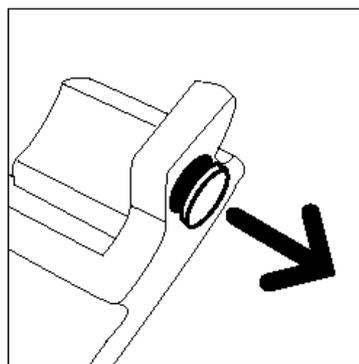

Figure 22 : Retrait du bouchon
- 5** Retirez le bouchon doré de l'avant du flacon de récupération (figure 22).